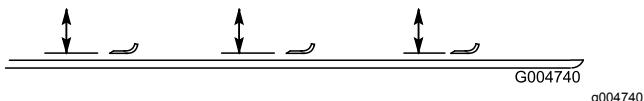

Figura 111
2. Rode a lâmina até que a extremidade fique virada para a frente e para trás e meça entre o interior da plataforma do cortador e a parte cortante na zona dianteira da lâmina (Figura 111).